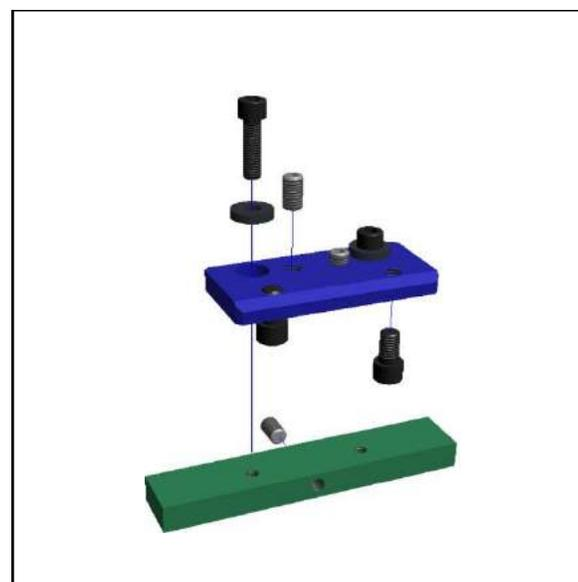

РИС. 3-38. ЗАКРЕПЛЕНИЕ ПЛИТЫ ПРИХВАТОЧНЫМ ШВОМ
7. Закрепите плиты, крепящиеся прихваточными сварными швами, к удлинительным плитам поставленными в комплекте болтами, как показано на рис. 3-38 и 3-39 на стр. 46.